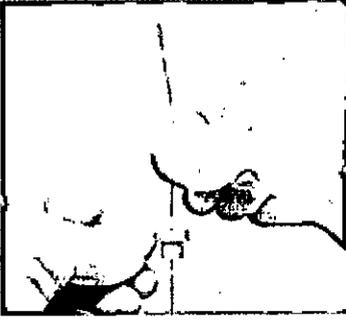

Figura 21
3. Coloque el adaptador del tope de profundidad (1,8 mm) en la guía sin apretar. (Ver Figura 21)